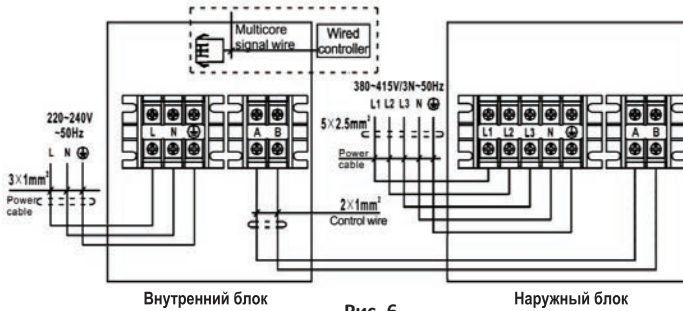

Рис. 6
- Очистите от изоляции конец провода и установите на оголенную жилу клемму, обжав клещами. Подготовленный кабель подключите согласно схеме (рис. 6).